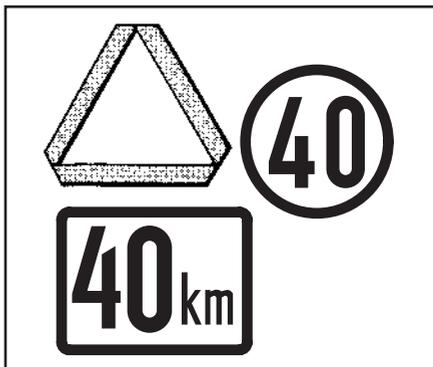

Fig. 2.22
- Assurez-vous que le tracteur et les éventuels outils soient pourvus des symboles de véhicule lent en mouvement ou d'un gyrophare, si prévus par la loi (Fig. 2.22).